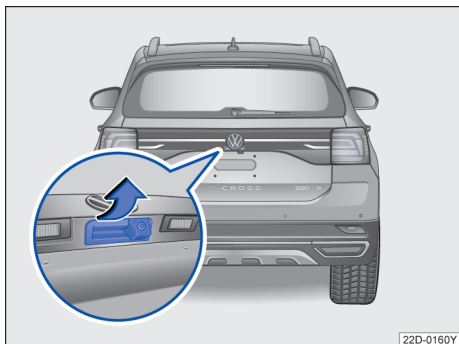

图 54 从车外打开行李厢盖
钥匙在行李厢盖的有效感应范围内，可以直接通过按压行李厢盖上的按钮打开后盖→图 54。
- 向上拉起图示按钮→图 54，打开行李厢。